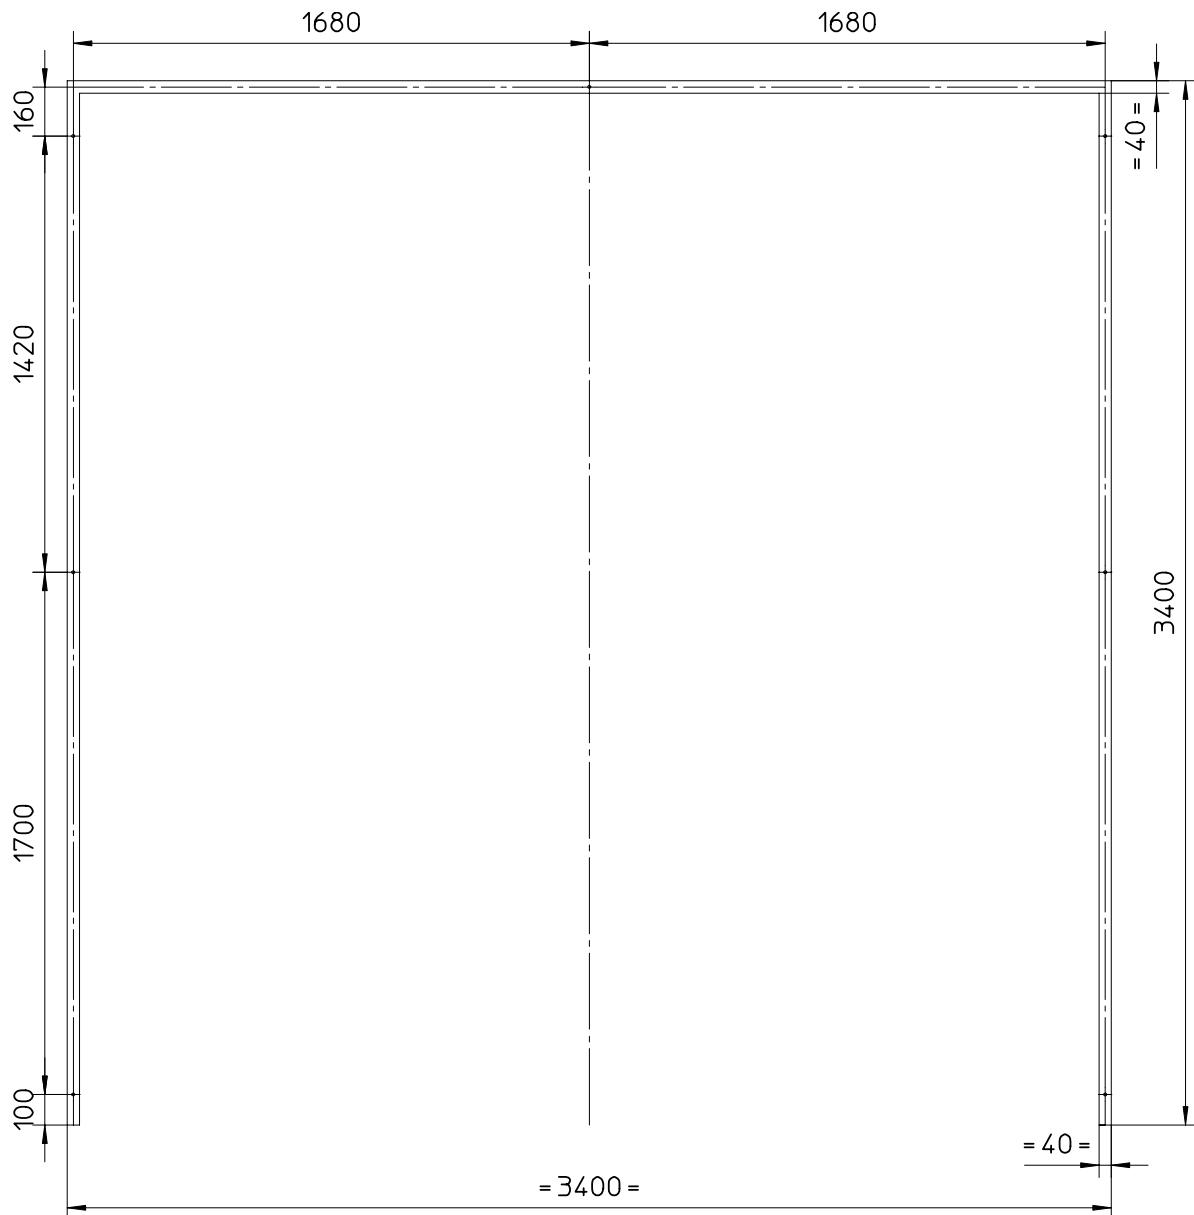

Fig. 3
- Geheel aan gevel bevestigen (7 gaten, zie Fig. 3) met behulp van heftruck of autolaadkraan (bevestigingsmateriaal niet meegeleverd)
- Das Ganze an der Fassade montieren (7 Löcher, siehe Fig. 3) mit Hilfe eines Gabelstaplers oder eines Autoladekran (Befestigungsmaterial nicht mitgeliefert)
- Fix the entirety to the face (7 holes, see Fig. 3) with help of a forklift or a truck-mounted crane (fixing material not supplied)
- Fixer l'ensemble à la façade (7 trous, voir Fig. 3) à l'aide de un chariot élévateur ou une grue (le matériel de fixation n'est pas fourni)